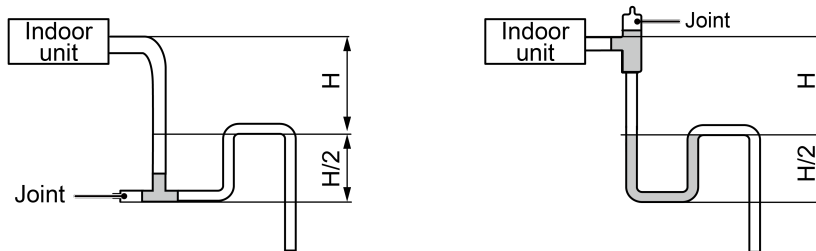

Fig.4.3.5
(5) Instale el sifón como se muestra en la Fig.4.3.5 siguiente.
(6) Instale un sifón por cada unidad.
(7) Al instalarlo, tenga en cuenta la facilidad de limpieza del sifón en el futuro.